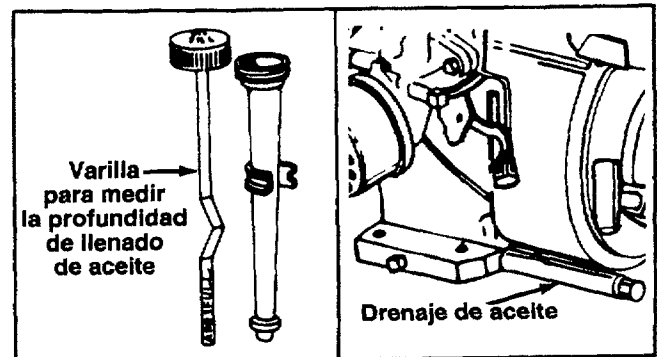

FIGURA 10.
- Llene el motor con aceite como sigue. Extraiga la varilla para medir la profundidad de llenado de aceite. Vea la figura 10. Con el nivel de la picadora-desmenuzadora use un embudo para llenar de aceite el motor hasta la marca FULL (LLENO) en la varilla. La capacidad es de 1-1/4 pintas aproximadamente. Sea cuidadoso de no sobrellenar. Incline la picadora-desmenuzadora hacia la izquierda (desde atrás de la tolva), y coloque nuevamente a nivel. Revise el nivel de aceite. Llene nuevamente a la marca FULL (LLENO) de la varilla si fuera necesario. Vuelva a colocar la varilla y ajuste.
Su motor de cuatro ciclos consumirá normalmente algo de aceite-por consiguiente, verifique el nivel de aceite regularmente cada cinco horas de operación y antes de cada uso. Apague el motor y espere varios minutos antes de revisar el nivel de aceite. Con el nivel de la picadora-desmenuzadora el aceite debe llegar hasta la marca FULL (LLENO) en la varilla para medir la profundidad de llenado de aceite (Refiérase a la figura 10). Cambie el aceite del motor después de las primeras cinco horas de operación, y cada veinticinco horas subsecuentemente.
- a. Quite el tapón de drenaje de aceite. Refiérase a la figura 10. Recoja el aceite en un contenedor apropiado.